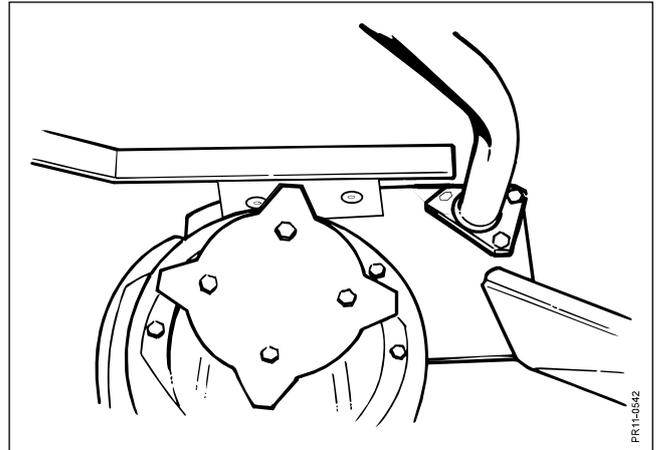

Fig. 1-8
- Fig. 1-8:** (Solo SB 2800). Vengono montati il supporto ed il divisore della paglia.